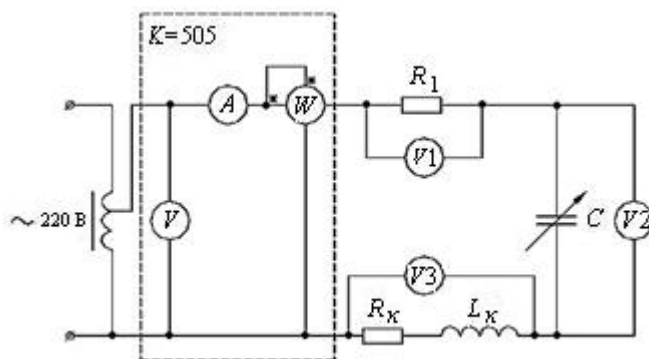

Рисунок 5.2 – Схема для исследования резонанса напряжения
5.3.2 Исследовать резонанс при последовательном соединении R , L , C (резонанс напряжений) (рисунок 5.2).